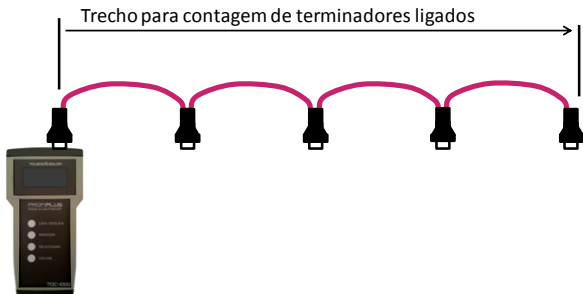

Figura 5 – Princípio do teste de terminadores
3. Conecte o TDC-1000 ao barramento conforme a **Figura 5**.
Conecte a nova bateria no TDC-1000 observando a polaridade e a posição no compartimento de bateria. Carregue a nova bateria com o carregador fornecido por aproximadamente 1 hora, o conector para o carregador de bateria está indicado na **Figura 5**.